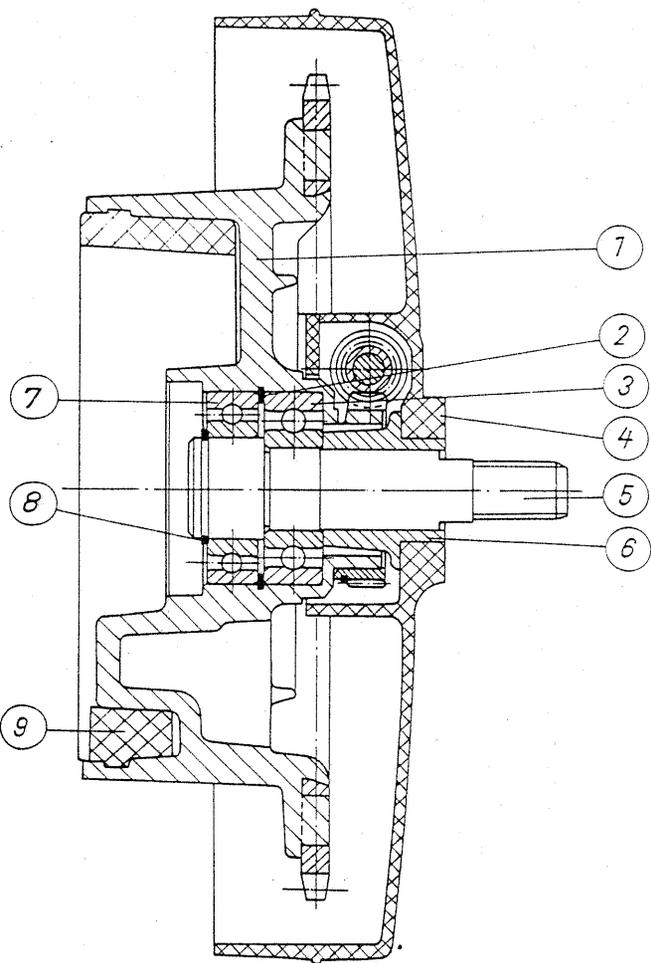

Fig. 36. Propulsion arrière du type ETZ 251
- (1) Corps amortisseur
- (2) Bague de retenue 42
- (3) Palier 6004
- (4) Recouvrement de chaîne
- (5) Boulon à bride
- (6) Douille
- (7) Tampon-caoutchouc d'amortissement
– ETZ 251 (fig. 36) :